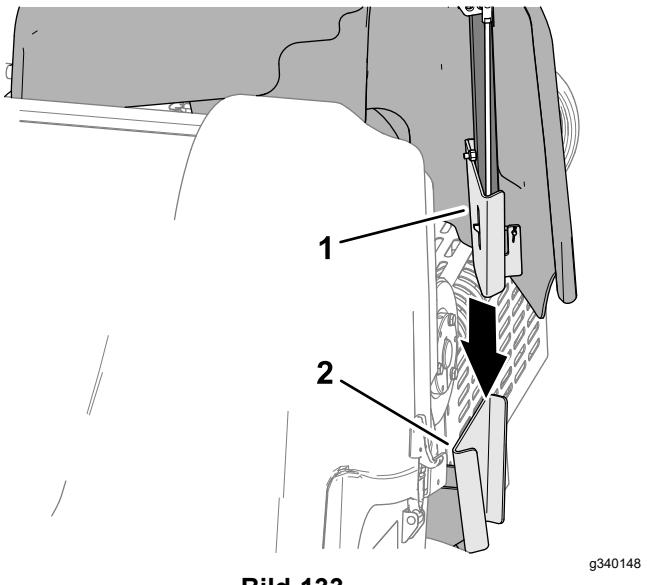

Bild 133
- Richten Sie die Halterung der Riemenabdeckung an der Abdeckungshalterung am Maschinenrahmen aus (Bild 133).